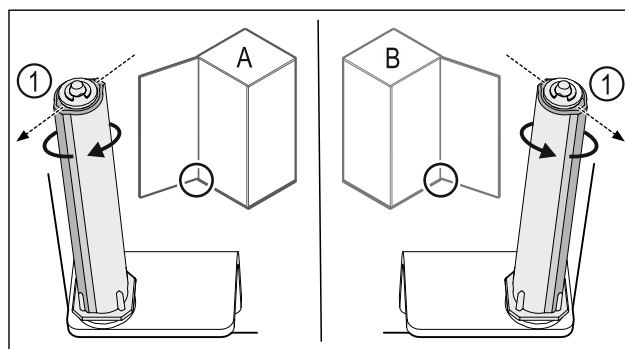

Fig. 46 Venstre stopp (A) / høyre stopp (B)
- Drei låsesystemet mot motstanden, helt til låsesystemets stang Fig. 46 (1) peker utover.